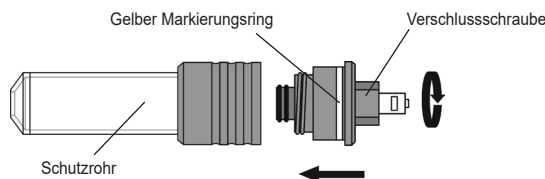

Abb. 2
- Drehen Sie die Verschlusschraube auf das Schutzrohr, bis der gelbe Markierungsring nicht mehr sichtbar ist (Abb. 2).
- Entfernen Sie falls vorhanden die Glasspritze aus dem Adapter für Glasspritzen gemäß Abb. 2 in umgekehrter Reihenfolge: